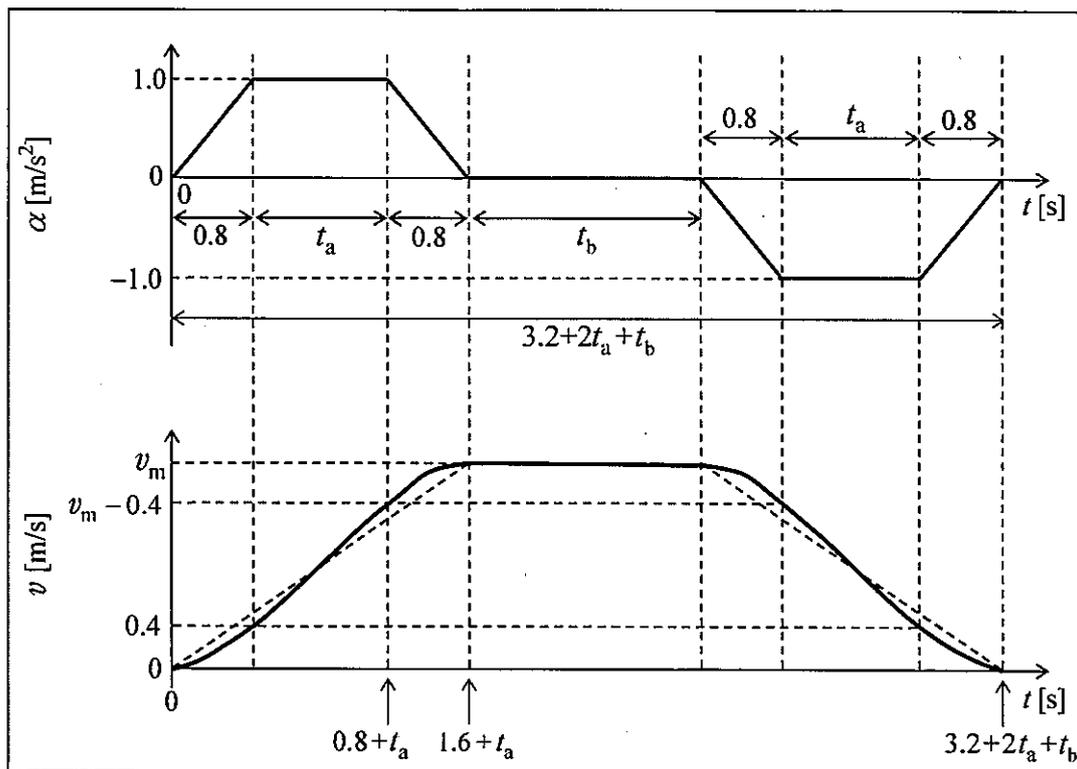

図1 加速度及び速度の時間的变化
1) かごが1階で停止している状態から、加速度 α [m/s²] を図1のパターンで変化させる。なお、加速度の最大値を1m/s²、加速度変化率の最大値を1.25m/s³とし、加速度の大きさを最大値に保つ時間を t_a [s]、加速度を零として最大速度で運転する時間を t_b [s] としている。
従って、 $h=1$ で、最大加速度 $\alpha=1.0\text{m/s}^2$ のときの F は [N] であり、図1で速度、加速度ともに大きくなる $t=0.8+t_a$ での供給電力 $P=F \times v$ は、 [kW] と計算できる。ただし、 $v_m=4\text{m/s}$ とする。